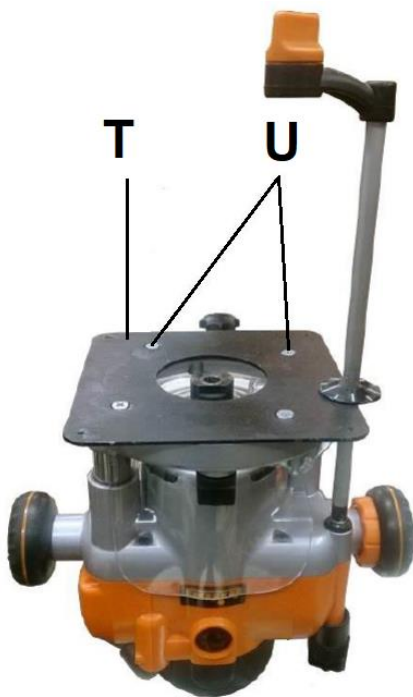
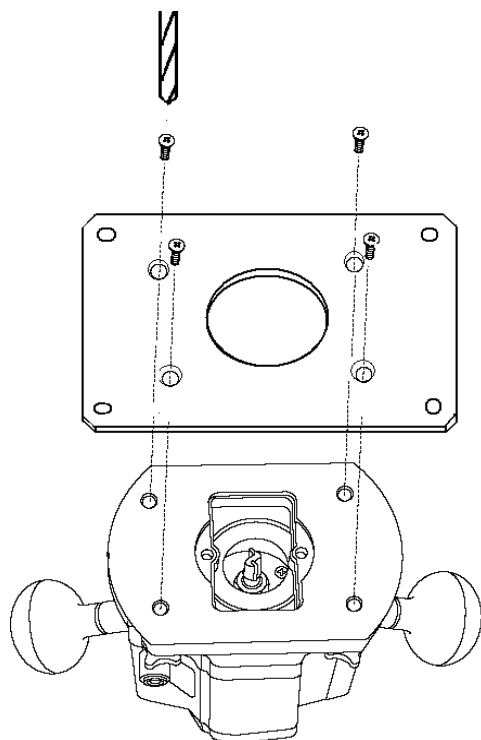

Рис. 5
Рис. 6
Прикрепите фрезер (Рис. 5, Рис. 6):
Прикрепите фрезер к установочной пластине (Т, Рис. 5) с помощью прилагаемых винтов (U).
Отверстия могут быть просверлены в соответствии с расположением отверстий вашего фрезера (Рис. 6).